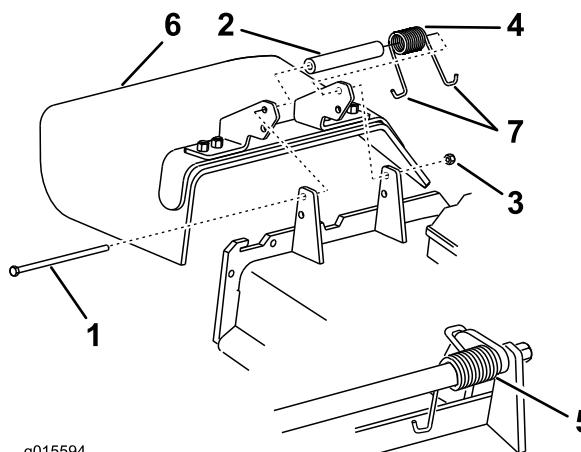

Bild 86
Hinweis: Achten Sie darauf, dass ein J-Hakenende der Feder hinter der Mähwerkskante befestigt ist, bevor Sie die Schraube einsetzen, wie in Bild 86 abgebildet.
6. Führen Sie das J-förmige Hakenende der Feder um das Ablenkblech (Bild 86).
1. Entfernen Sie die Sicherungsmutter, Schraube, Feder und das Distanzstück, mit denen das Ablenkblech an den Drehhalterungen befestigt ist (Bild 86).